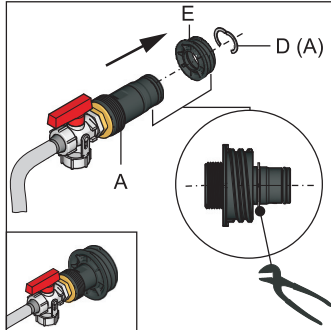

Bild 6-3 KFE-Befüllanschluss komplettieren
- **KFE-Befüllanschluss** in Gewindestück (Bild 6-3, Pos. E) einstecken und mit Klemmstück (Bild 6-3, Pos. D) sichern.